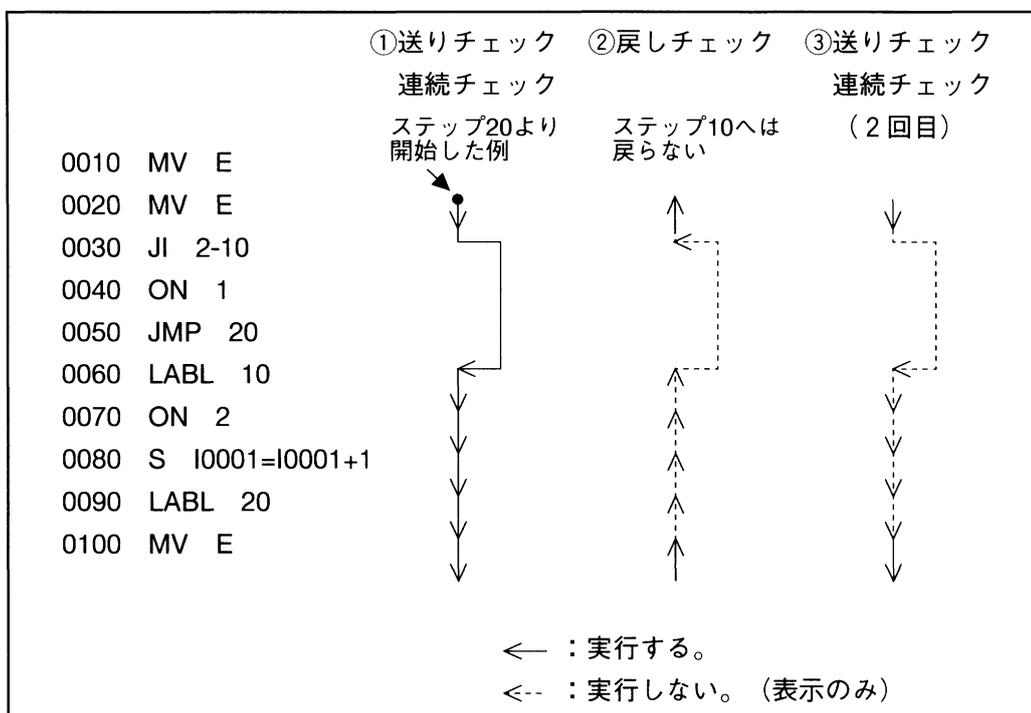

図2-24 ティーチングチェックのステップ実行順序
- (1) 戻しチェックは、連続チェックおよび送りチェックで実行した逆の順に戻ります。図2-24のように、ジャンプコマンドでジャンプした場合は、ジャンプコマンドのステップへ戻ります。
- (2) 戻しチェックのとき、動作コマンドは実行しますが(図2-24の ←)、その他のコマンド(入出力、演算など)は表示が戻るだけで、実行はしません。(図2-24の ←-)
- (3) プログラム途中のステップより連続チェック、および送りチェックを開始した場合は、戻しチェックでそれ以前のステップへ戻すことはできません。(図2-24を参照)
- (4) メインプログラム、サブルーチンプログラム共“END”コマンドを起動させると、それまでの履歴を忘れてしまいます。(サブルーチンからメインプログラムに戻った後はサブルーチンまで戻しチェックできません。)